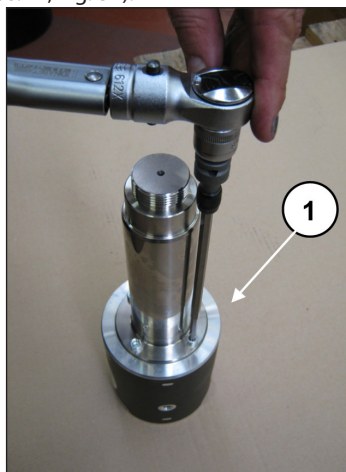

Fig. 37
Para separar el vástago de la guía del pistón, es necesario aflojar los tornillos de cabeza cilíndrica M6 con la llave específica (pos. ①, Fig. 37).